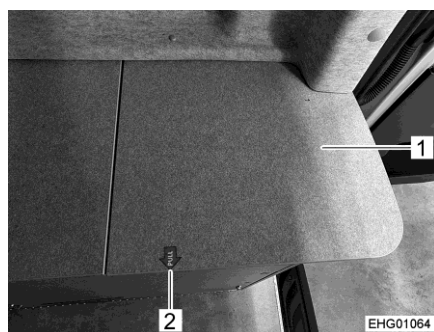

Fig. 95 Abertura de servicio, cerrada
- Apartar la cubierta (Fig. 95,1) en la dirección de marcha (prestar atención al adhesivo "PULL" (Fig. 95,2)).
Para cerrarla, volver a colocar la cubierta (Fig. 95,1) en la posición de salida.